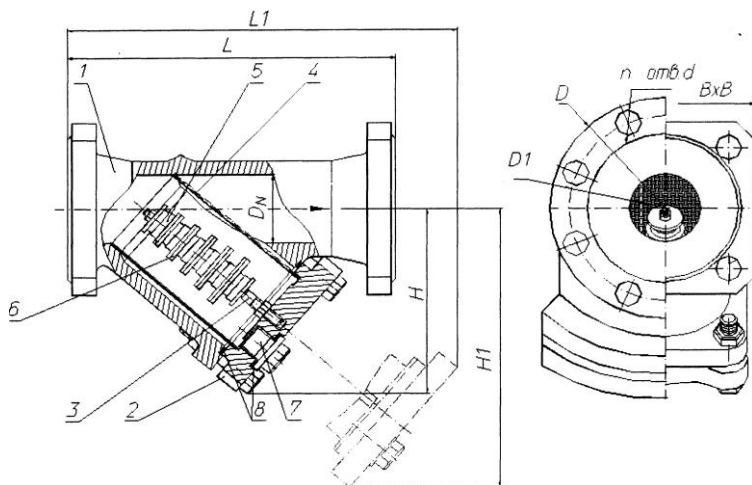

Рис. 1
- 4.1. Фильтр состоит из следующих основных деталей (см. рисунок 1): корпус – поз.1, крышка – поз.2, стержень – поз.3, сетка – поз.4, магнит (6 шт.) – поз.5, шайба (6 шт.) – поз.6, пробка поз.7, прокладка (2 шт.) – поз.8.